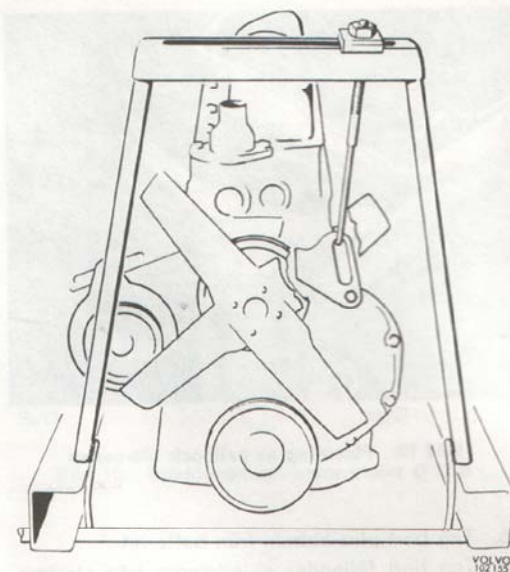

Bild 16. Lyftbygel SVO 2727
1. Anbringa lyftbygelns SVO 2727 platta vid övre skruv för transmissionskåpan. (Tag bort fjäderbrickan.) Placera lyftbygel och fäst kroken i plattan enligt bild 16. Hög motorns främre tills motorfästena är avlastade. Tag bort oljemätstickan.